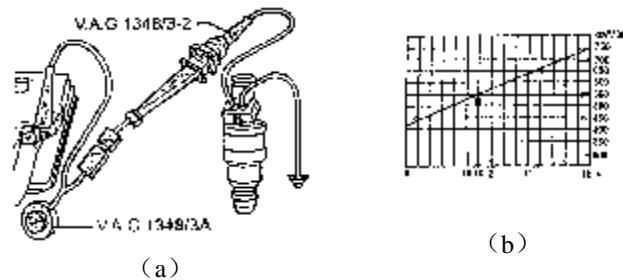

图 3-28 检查喷油器喷油量
(7) 拆下燃油分配管总成，拔下燃油压力调节器的真空管，将燃油分配管连同喷油器从进气歧管上拆下并支撑好。激活喷油器，在燃油压力正常的前提下，目测检查喷油器的密封性，在燃油泵运转时，仅允许每个喷油器 1 分钟滴漏 1~2 滴。否则更换新的密封圈或喷油器。
(8) 在燃油压力正常的前提下，将喷油器插入喷油量的检查仪 V.A.G1602 的测试玻璃管中，将喷油器连接好，如图 3-28 (a) 所示。激活各缸喷油器，用遥控器 V.A.G1348/3A 接通 30s。检查蓄电池电压与喷油量的变化是否符合规定（图 2-28 (b)）并比较各缸的喷油量差，喷油量的允许值为 85~105ml/30s，各缸喷油量差值应不超过 5ml/30s。如果喷油量不在给定范围内或各缸喷油量不平均，更换损坏的喷油器。